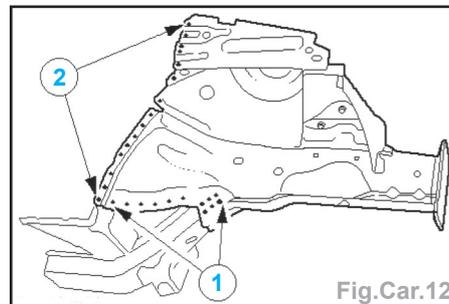

Fig.Car.12
- Réaliser le perçage (2) afin de souder par bouchonnage et fraiser (au Ø 10 mm), les points de soudures (1) sur le longeron et la joue d'aile (Fig.Car.12).